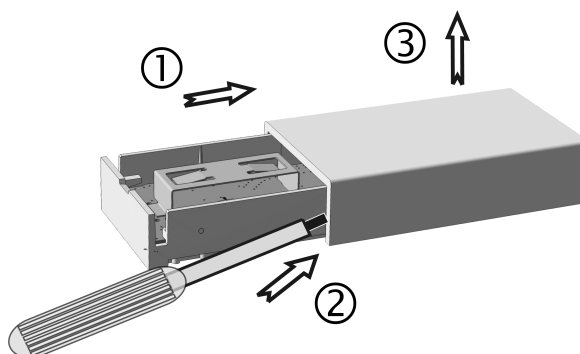

рисунок 2: Снятие крышки корпуса
- Чтобы снять верхнюю часть, ее необходимо сначала поддеть с одной стороны, например с помощью маленькой отвертки (рисунок 2).